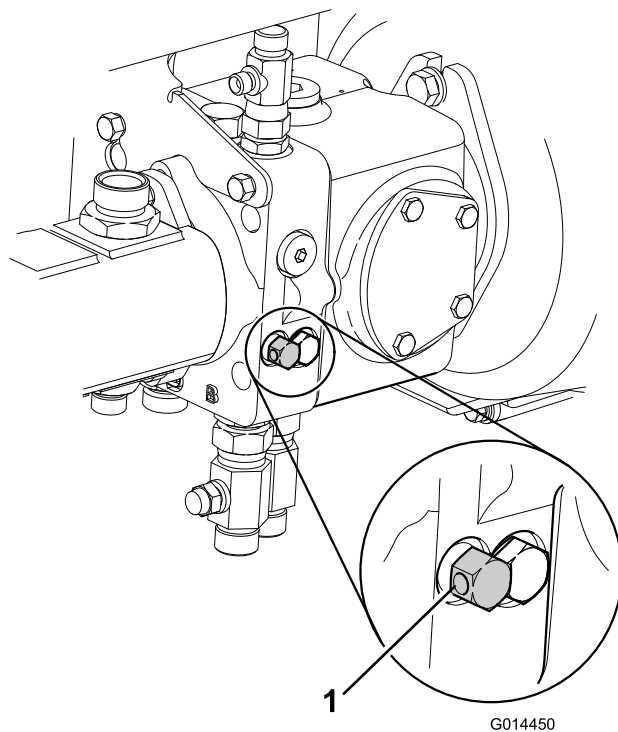

図 46
7. トランスミッションポンプの下側についているバイパスバルブを左方向に回して3回転以内、油圧常用ブレーキを解除する 図 46。